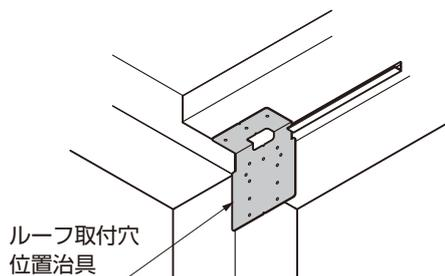

図11-60
- 以降の施工手順については「P.58 ⑦」からの手順を参照して下さい。
- 端部受け材は縦樋がつく側の端部から80mmの範囲は取付けしないでください。(図11-60参照)